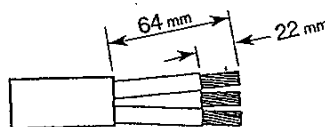

Fig. 1
- Dénuder le cordon de sa gaine et les conducteurs de leur isolant tel qu'illustré à la figure 1 ci-dessous. **NE PAS ÉTAMER LES CONDUCTEURS.**